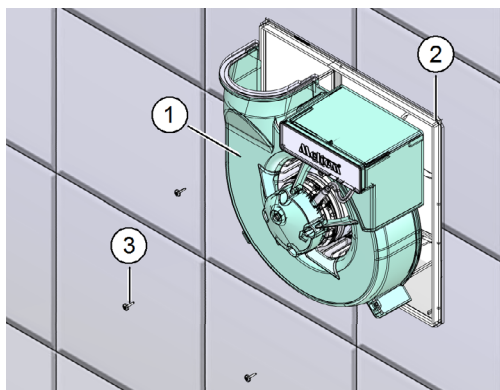

Fig. 7: Inserimento del motore del ventilatore
- ▶ Orientare il motore del ventilatore (pos. 1 nella Fig. 7) in modo da fare coincidere l'apertura di scarico del motore del ventilatore con quella dell'alloggiamento (pos. 2 in Fig. 7).
- ▶ Fissare il motore del ventilatore con le tre viti con intaglio a croce (pos. 3 nella Fig. 7) 3,5 x 12.